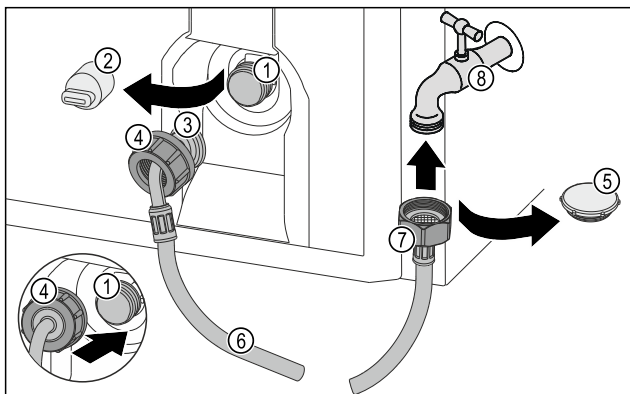

Fig. 15
- ▶ Verschlusskappe Fig. 15 (5) entfernen.
- ▶ Gerades Schlauchende Fig. 15 (7) am Wasserhahn Fig. 15 (8) ansetzen.
- ▶ Mutter am geraden Schlauchende Fig. 15 (7) im Uhrzeigersinn festziehen.